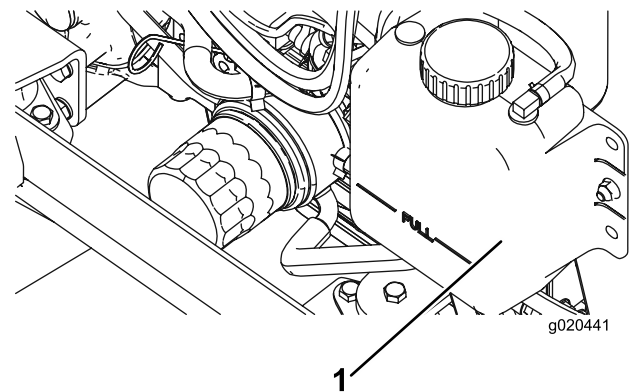

Figura 71
1. Togliete con cautela il tappo del radiatore e il tappo del serbatoio di espansione (Figura 71).